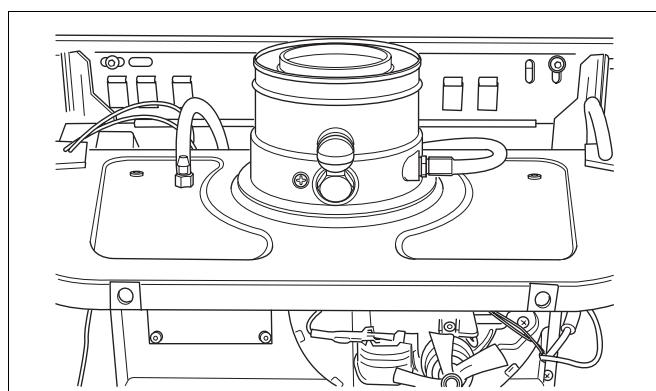

Рис. 18 Концентрическое присоединение по воздуху/отработавшим газам
- Удалить фитинг присоединения по отработавшим газам (рис. 18) (3 шрупа- самореза), и снять шланг регулятора давления воздуха.